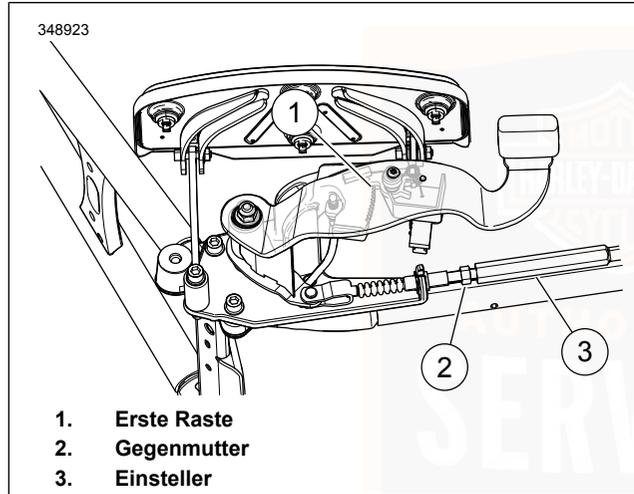

Abbildung 81. Einstellung der Feststellbremse
3. Siehe Abbildung 81. Die Manschette zurückziehen. Gegenmutter lockern.